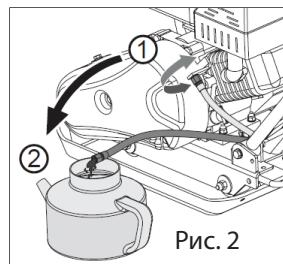

Рис. 2
- Слейте отработанное масло с помощью шланга. Рис. 2.